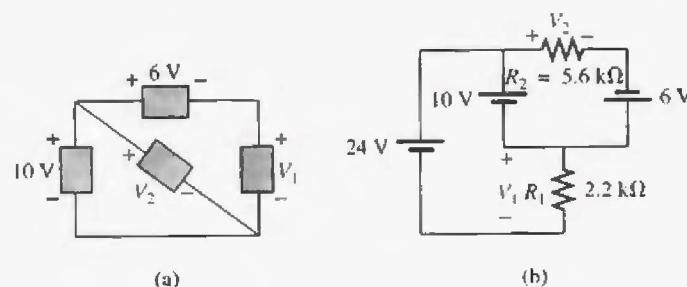

FIGURA 5.78
8. A pesar de que las redes de la figura 5.78 no son circuitos simples en serie, determine los voltajes desconocidos utilizando la ley de voltaje de Kirchhoff.